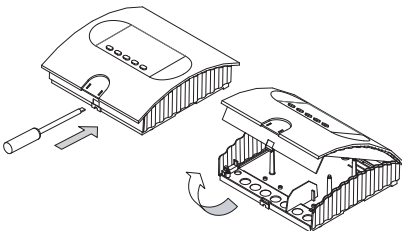

Abb. 1
1. Nehmen Sie die Abdeckung des Steuergerätes ab. Dazu drücken Sie mit einem flachen Schraubenzieher die Befestigungsnase nach innen und ziehen Sie das Gehäuse-Oberenteil durch Schwenken nach oben ab (Abb. 1).